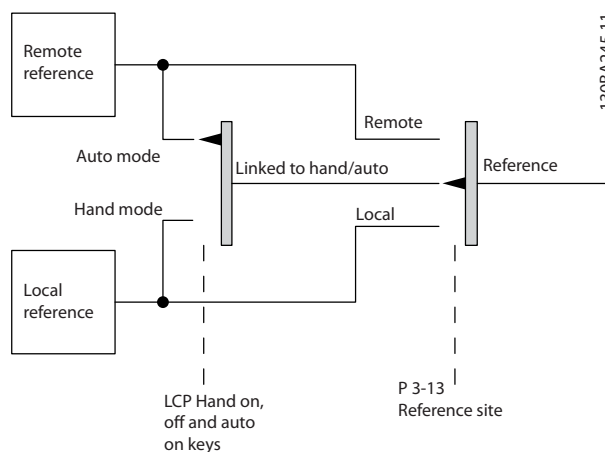

Рисунок 2.13 Активное задание
- На *Рисунок 2.13* показан режим конфигурирования в результате выбора активного задания, местного или дистанционного.